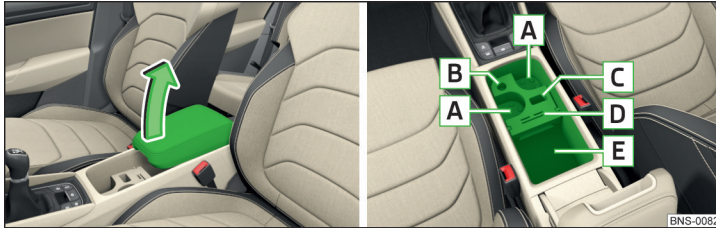

Abb. 119 Ablagefach öffnen / Innenraum des Fachs
- Zum **Öffnen** des Ablagefachs die Armlehne bis zum Anschlag anheben » Abb. 119.
Innenraum des Fachs » Abb. 119;